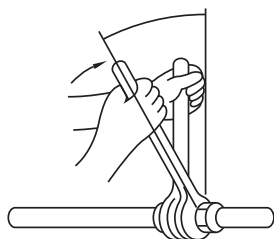

Fig. 5-9
- Нанесите тонкий слой охлаждающего масла на посадочную поверхность трубы. (Fig. 5-9)